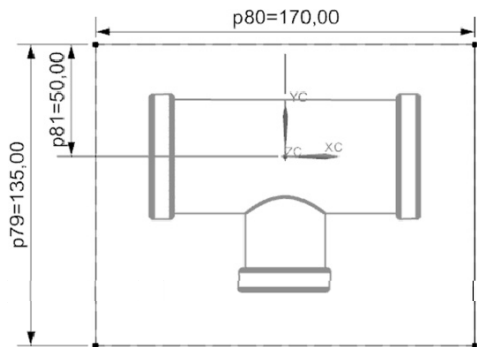

图 6-7 修改工件尺寸
(9) 单击“工件”按钮，在【工件】对话框中对“类型”选取“产品工件”，“工件方法”选取“用户定义的块”。单击“绘制截面”按钮，修改工件的尺寸为 $170\text{ mm} \times 135\text{ mm}$ ，如图 6-7 所示。
(10) 单击“完成”按钮，在【工件】对话框中“开始距离”设为 -50 mm ，“结束距离”设为 50 mm 。